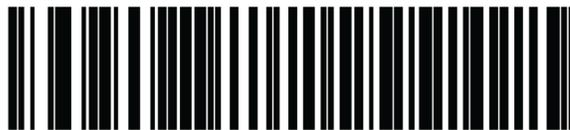

Figura C-22. Codice a barre 1: *Emulazione tastiera HID
3. Configurare il lettore di codici a barre eseguendo la scansione dei codici a barre illustrati dalla Figura C-22 alla Figura C-26, seguendone l'ordine.
Se un codice a barre non viene rilevato correttamente, scollegare il lettore di codici a barre dal computer e ripetere la procedura di configurazione iniziando dal Passaggio 2 nella Sezione C.5.1 oppure dal Passaggio 2 nella Sezione C.5.2 ed eseguire di nuovo la scansione dei codici a barre mostrati dalla Figura C-22 alla Figura C-26.